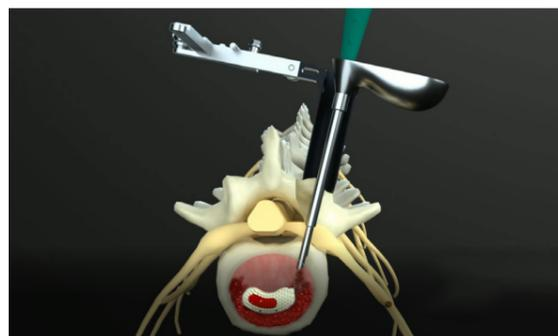

图 11a
- 植骨，使之加快融合，使用植骨漏斗和植骨捣棒（图 11a）。